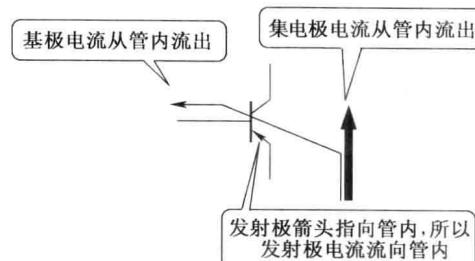

图1-16 PNP型三极管电路符号识图信息示意图
(2) PNP型三极管电路符号识图信息。图1-16所示是PNP型三极管电路符号识图信息示意图，根据电路符号中的发射极箭头方向可以判断出3个电极的电流方向。